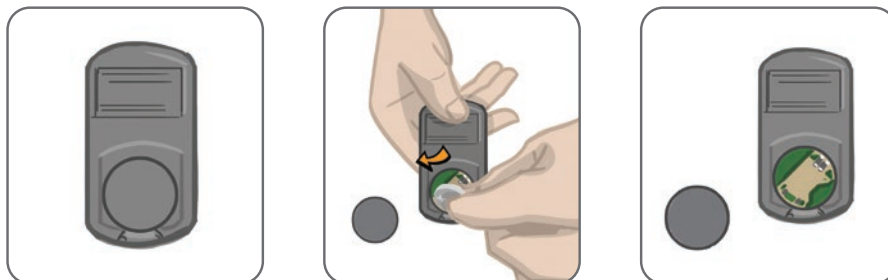

Figura 8-2: Sostituzione della batteria dell'unità di controllo
1. Utilizzare la rientranza sul retro dell'unità di controllo per spingere fuori il coperchio del vano batteria. Se si incontrano difficoltà è possibile utilizzare una moneta per aprire il coperchio (Figura 8-2).
2. Estrarre la vecchia batteria spingendola verso le linguette metalliche (come illustrato dalla freccia nella Figura 8-2) e sollevandola con cura. Non utilizzare strumenti metallici quali un cacciavite.